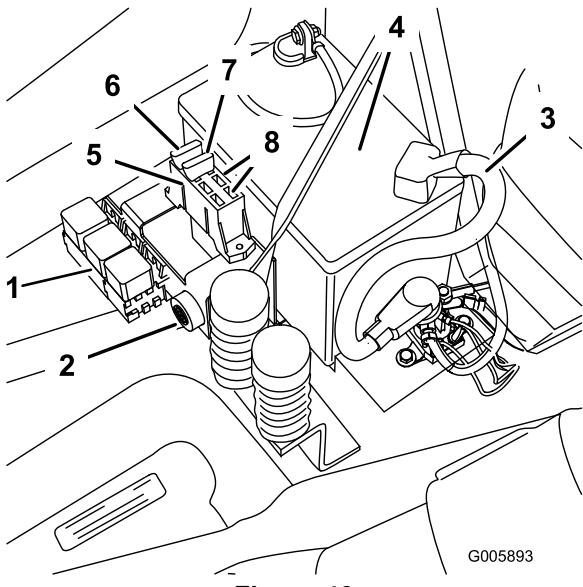

Figura 46
- Levante el asiento para tener acceso al portafusibles (Figura 46).
- Para cambiar un fusible, tire del fusible para retirarlo (Figura 46).